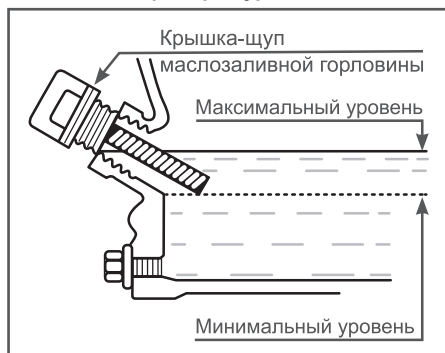

Рис. 4 Уровень масла в картере
4. Аккуратно извлеките щуп и осмотрите его. Уровень масла должен соответствовать верхней отметке на щупе. При недостаточном уровне масла в картере необходимо долить чистое масло до верхней отметки на щупе, что соответствует нижней кромке заливного отверстия (Рис. 4).
Максимальный уровень масла в картере соответствует нижней кромке маслосазливной горловины (Рис. 4).